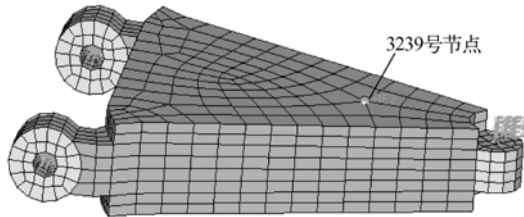

图 8-23 约束 ID3239 节点的 dof3
- (8) 单击 nodes，并从扩展选项窗口中选择 by id。
- (9) 输入数值 3239 并按〈Enter〉键，即选择 ID 号为 3239 的节点，如图 8-23 所示。
- (10) 仅约束 dof3。
- (11) 单击 create 按钮。在图形窗口中被选择的节点处将出现三角形约束符号，上边的数字 3 表明沿 z 轴方向的移动自由度已约束。